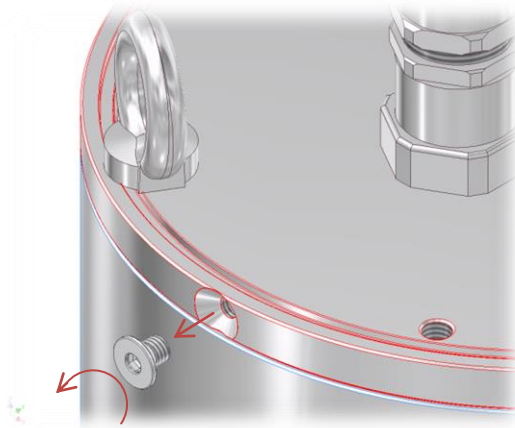

Fig. 10-8 Dévissage de la vis à la tête plate, type T08-TNXCD
- Avant le démontage il faut dévisser la vis à tête plate avec l'hexaèdre intérieur de l'acier inoxydable (DIN 7991) sur la collerette (cf Fig. 10-8).